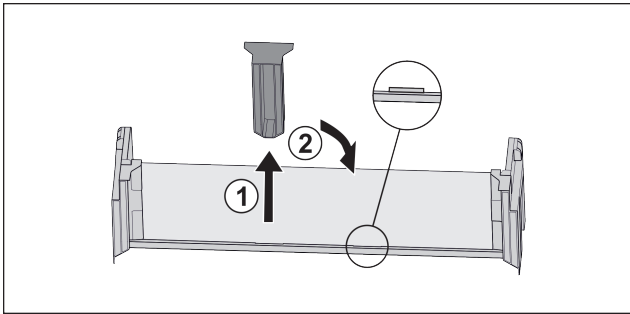

Fig. 17
- Extraire la pièce de retenue centrale Fig. 17 (1).
- Insérer la pièce de retenue centrale en deuxième position Fig. 17 (2).